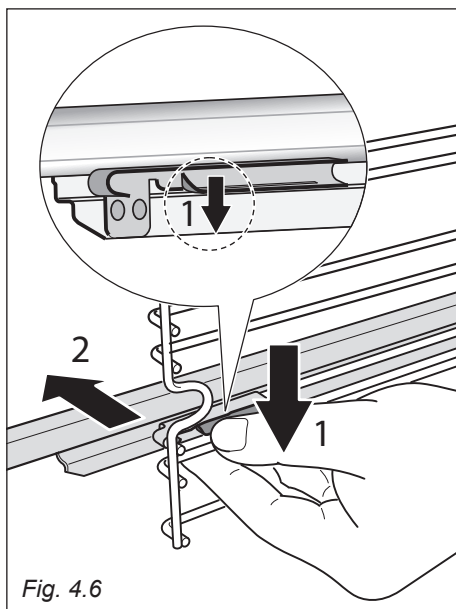

Fig. 4.6
- Individuare le clips di aggancio delle slitte scorrevoli; sono quelle alette che sono agganciate ai rebbi dei telai laterali (freccia 1 di fig. 4.6).
- Premere le clips di aggancio verso il basso (freccia 1 di fig.4.6) e sganciarle dal rebbo dei telai laterali (freccia 2 di fig. 4.6).